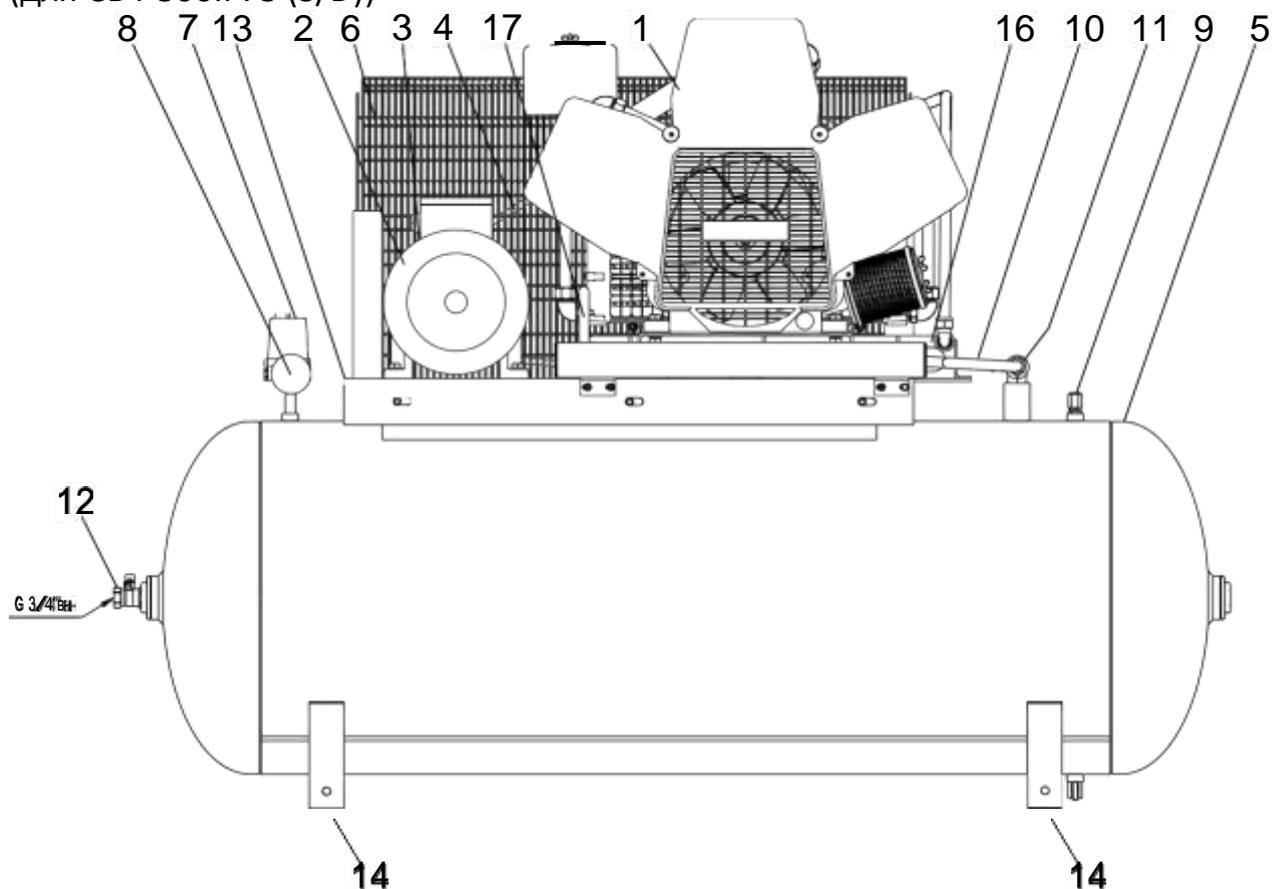

Рисунок 3
6.4.3 Подсоединение компрессора к воздушной сети необходимо выполнять через кран (поз. 14, рисунок 3).
Компрессор (рисунок 3) состоит из следующих основных сборочных единиц и деталей: блока компрессорного 1, электродвигателя 2, шкива 3, приводных ремней 4, ресивера 5, защитного ограждения 6, маностата 7, манометра 8, предохранительного клапана 9, воздухопровода 10, обратного клапана 11, крана 12, платформы 13, виброопор 14, охладителя 16, пульта управления (для СБ4-500.F75 (S/D))